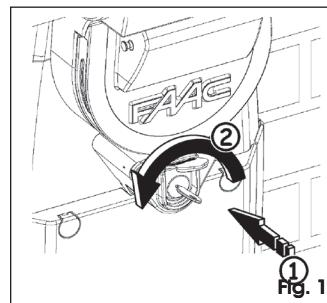

Fig. 1
1. Inserte la llave personalizada y colóquela en posición de "**STOP**", para ello gírela en sentido antihorario hasta su tope, Fig. 1.